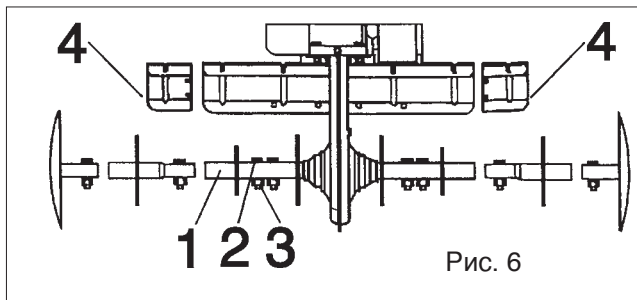

Рис. 6
МОНТАЖ ФРЕЗ С МОТЫГАМИ (Рис. 6)
- 2) Установите ступицу фрез (Рис. 6, деталь 1) на вал мотокультиватора, обращая внимание, на то, чтобы:
- 3) Прикрепите фрезу с мотыгами к валу мотокультиватора с помощью винтов (2) и гаек (3)
- 4) Монтируйте боковые защиты фрезы (5) с помощью винтов (96) и гаек (7).